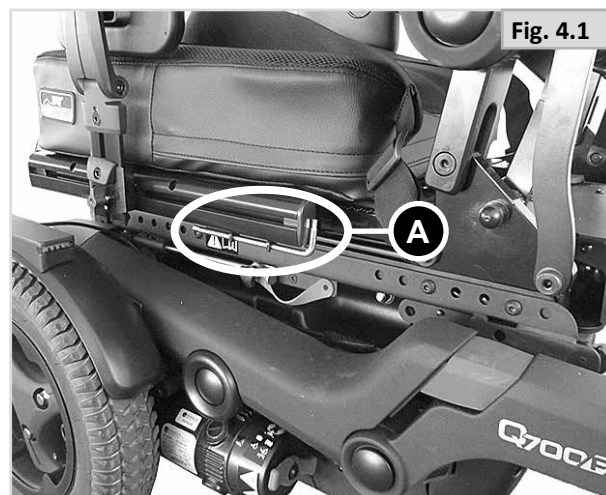

Fig. 4.2
- A largura do assento é indicada pela escala ao longo de cada ranhura, (Fig. 4.2).